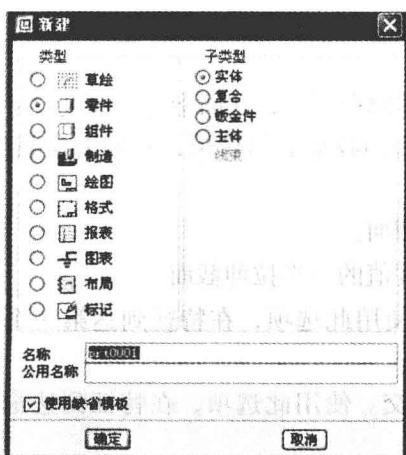
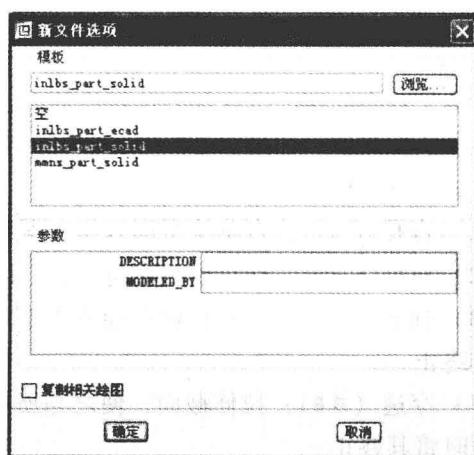

图 1.1-5 【新建】对话框
图 1.1-6 【新文件选项】对话框
(2) 新建文件：单击主菜单【文件】 | 【新建】或单击工具栏中的 (创建新对象) 按钮，系统弹出如图 1.1-5 所示的【新建】对话框，选择类型和子类型，输入文件名，单击【确定】按钮。
建立的是公制单位的模型，通常不使用缺省模板，单击图 1.1-5 中的“使用缺省模板”，“”消失，单击【确定】按钮，系统弹出如图 1.1-6 所示的【新文件选项】对话框，选择其中的一种模板，单击【确定】按钮。系统默认的模板为英制单位，创建公制单位的模型应选择“mmns_part_solid”模板。
Pro/ENGINEER 野火版 4.0 软件将文件按照不同的应用划为 10 种类型，如图 1.1-5 所示，其中草绘、零件、组件、制造和绘图较为常用。